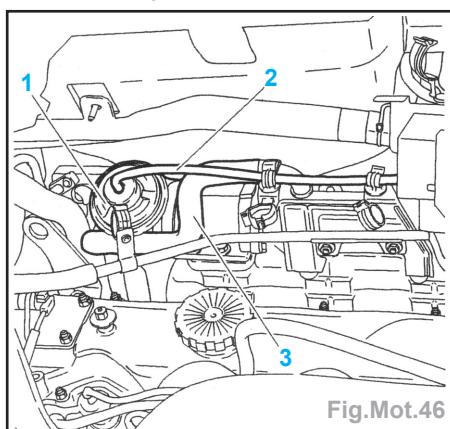

Fig.Mot.46
- Désaccoupler le tube (2) de la vanne EGR (1) (Fig.Mot.46).